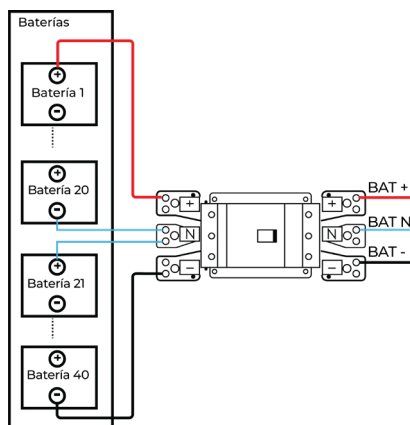

FIGURA 3.14. NEUTRO MEDIO EN CADENA DE BATERÍAS
Paso 5: Dirija los cables de señal en el lado izquierdo del gabinete UPS a lo largo del lado izquierdo o a lo largo del lado derecho del gabinete, y luego conecte los cables al gabinete, como se muestra en la Figura 3.14.